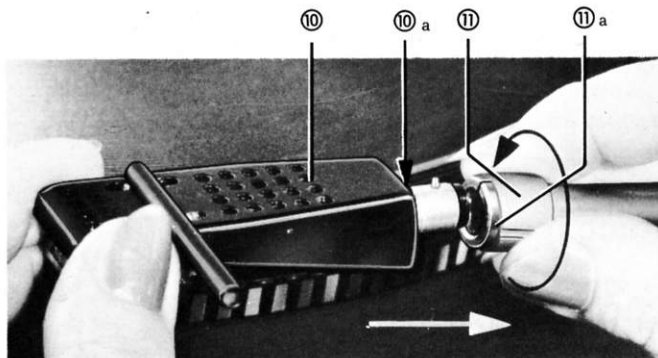

fig. 4
drijf wiel leggen (fig. 3). Door aanraking met de vingers en door de aanwezigheid van styropor-deeltjes van de verpakking kunnen onder bepaalde omstandigheden de aandrijfvlakken verontreinigd worden. Deze verontreinigingen kunnen met een lapje, bevochtigd met spiritus worden verwijderd. Zet u nu voorzichtig het plateau op de as ⑤. Daarna schuift u de toonkop ⑩ met het Shure-element tot de aanslag op de toonarm en draait de bevestigingsring ⑪ vast. De verende contacten bieden enige weerstand. Deze moet worden overwonnen, zodat de flens van de toonkop en die van de toonarm elkaar raken ⑪a Terwijl u de toonkop ⑩a aldus vastdrukt, draait u de bevestigingsring ⑩ vast (fig. 4). Het in de verpakking aanwezige toonarmcontragewicht neemt u uit elkaar en schuift eerst het kegelvormige stuk met de schaal op het einde van de toonarm.